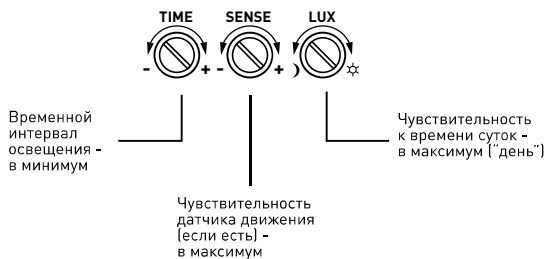

Рис.1. Начальные установки регулировок
- чувствительность датчика движения (радиус зоны чувствительности) – на максимум («+>») (см. рис.1),